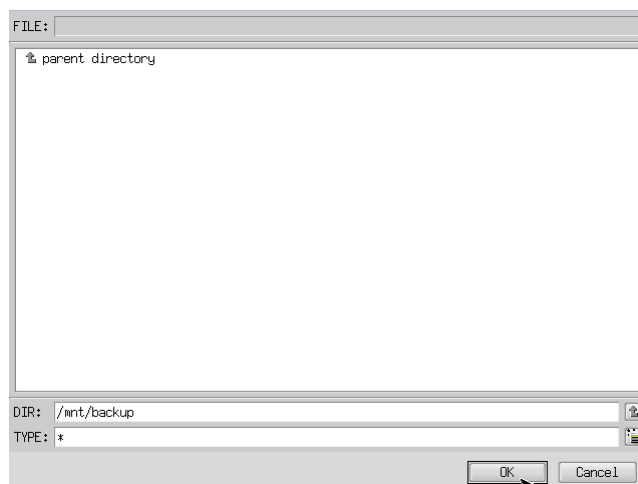

図 5-4-3. フォルダ参照画面
- ⑦ フォルダ参照画面（図 5-4-3）が表示されます。②で接続したパーティションは、/mnt にマウントされますので、/mnt 以下のフォルダを選択してください。[OK]を押すとフォルダ選択画面にもどります。